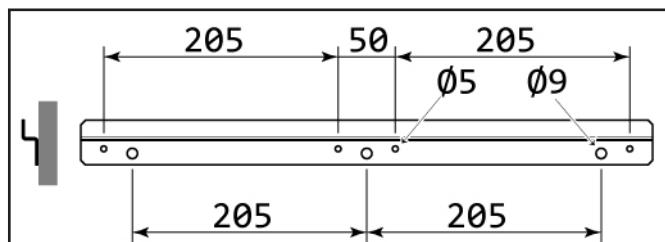

Abb.3 – Bohrungen und Positionierung des Wandbügels
- Den in der Ausstattung gelieferten Bügel als Maske für die Markierung der Bohrungen an der Wand verwenden, wie in Abb. 3 dargestellt.
- An der Wand 3 Bohrungen von Ø10mm und 65mm Tiefe, wie die Abb.3 zeigt, ausführen. Alter-